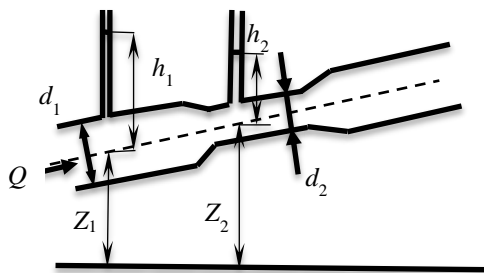

Рис. 6.4
6.13. Вода в количестве 0,32 т/ч движется в трубопроводе переменного сечения ($d_1=44$ мм, $d_2=22$ мм, $z_1=40$ см, $z_2=90$ см) в количестве 0,16 л/с. Давление в первом сечении $p_1=1,2$ бар. Определите давление в суженном сечении (рис. 6.4).
6.14. Вода в количестве 0,12 т/ч движется в трубопроводе переменного сечения ($d_1 = 22$ мм, $d_2 = 10$ мм, $z_1 = 50$ см, $z_2 = 100$ см) (рис. 6.4). Как изменится показание прямого пьезометра в узком сечении?
6.15. Вода движется в трубопроводе диаметром 28 мм со скоростью 0,8 м/с под давлением 1,05 бар (рис. 6.4). Определите показания прямых пьезометров в узком и широком сечениях, если диаметр широкого сечения 40 мм, $z_1 = 50$ см, $z_2 = 100$ см?